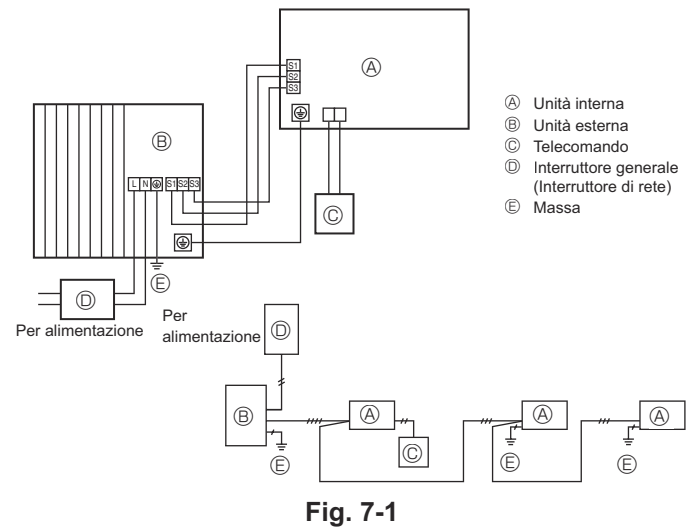

Fig. 7-1
7.1. Unità esterna (Fig. 7-1, Fig. 7-2)
- ① Rimuovere il pannello di servizio.
- ② Posizionare i cavi secondo la Fig. 7-1 e la Fig. 7-2.